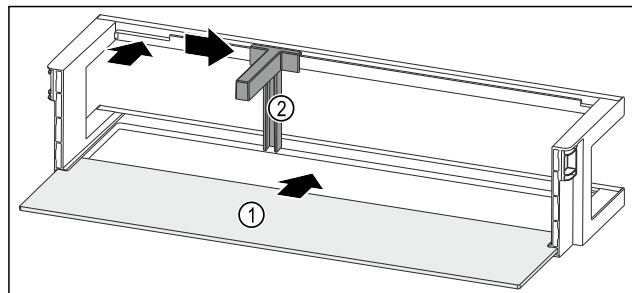

Fig. 264 Ράφι πόρτας με ράφι
- Εισαγάγετε το ράφι Fig. 264 (1) στις πλευρικές εσοχές.
- Τοποθετήστε το στήριγμα φιαλών Fig. 264 (2) στην εγκοπή.
- Σπρώξτε προς το πλάι το στήριγμα φιαλών Fig. 264 (2) στην επιθυμητή θέση.